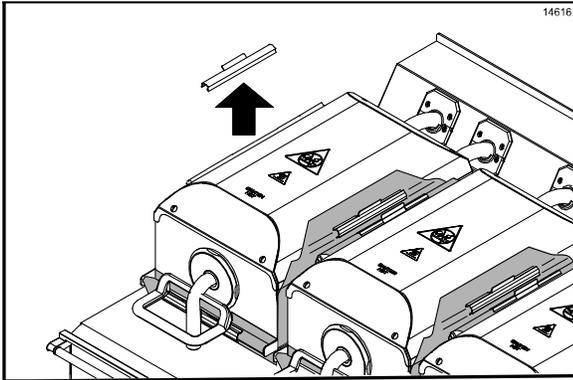

Figura 82
8. Quite las pinzas de sujeción, las barras y las hojas antiadherentes. Lleve las pinzas y las barras al fregadero de tres compartimentos para lavarlas y enjuagarlas. De ser necesario, remoje estas piezas en una solución caliente de **SolidSense APSC** para quitar los residuos de carbón acumulados. (Vea la figura 82.)